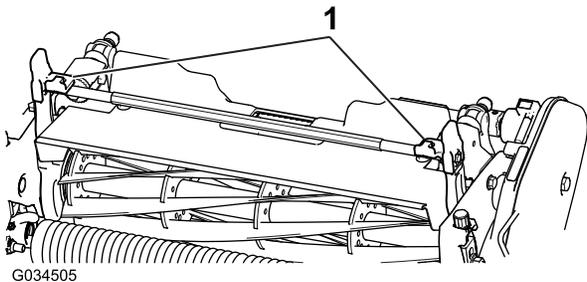
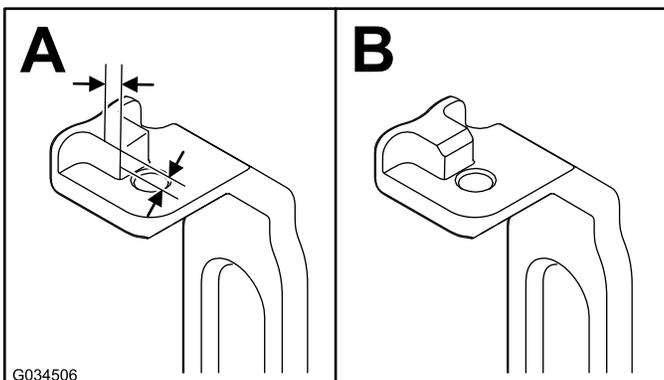

Figura 3
Figura 4
2. Em ambos os braços inclinados (Figura 3), meça 2,28 mm nas patilhas e amole o canto como se mostra na Figura 4.